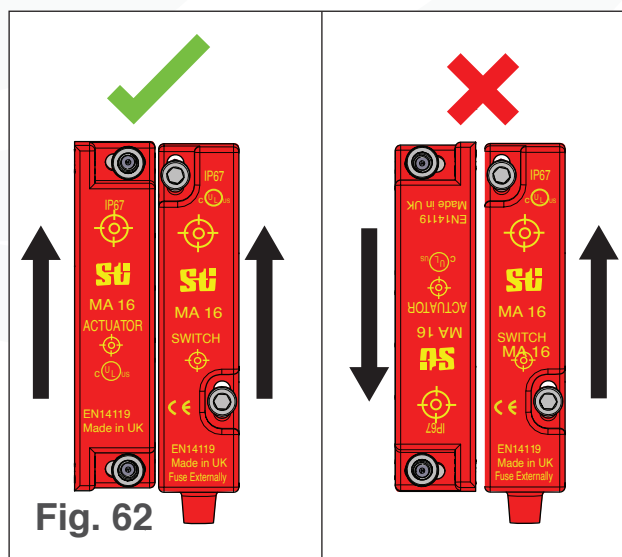

Fig. 62
- Verifique se os bloqueios de segurança estão instalados na orientação correcta (ver Fig. 62) . O topo de ambos os sensores vermelhos tem texto. Certifique-se de que o texto está voltado para a mesma direcção em ambos os sensores e os sensores não estão mais de $\frac{1}{8}$ " de distância (ver Fig. 62).